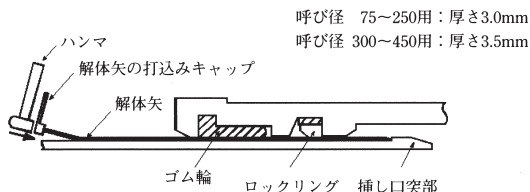
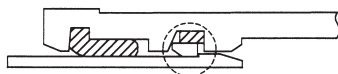
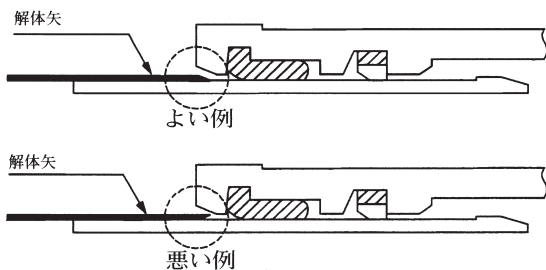

図81 解体矢の打ち込み
図82 解体矢が入りにくい状況
図83 解体矢のテープの向き
- (1) 継手部をまっすぐな状態にする。(継手部が屈曲していると解体矢が挿入できない箇所があるのである)
- (2) 受口と挿し口のすき間から、呼び径に応じた専用の解体矢(図81参照)を均等(円周8～12ヶ所)に、ハンマで所定の位置(先端が挿し口突部にあたる)まで打ち込む。この時、解体矢の先端のテーパの向きは図83の通りとする。また、解体矢には滑剤を塗ると打ち込みやすくなる。なお、図82のように挿し口突部がロックリングに引っかかっているときは、解体矢が入りにくいので、挿し口を少し挿入するとよい。